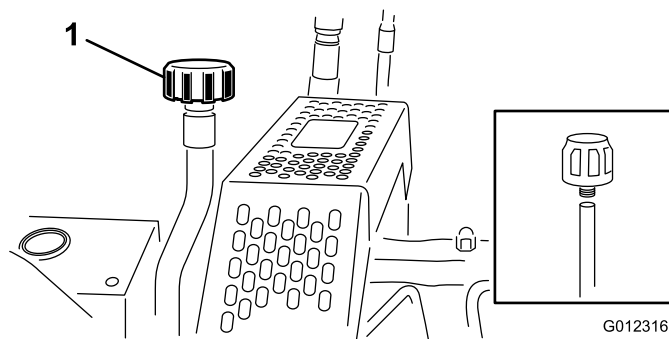

Figura 45
2. Pulite attorno allo sfiatatoio e svitatelo con una chiave (Figura 45).